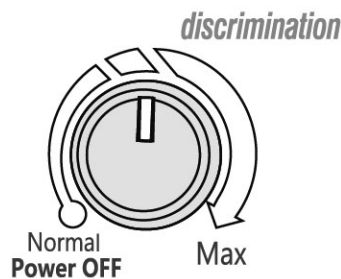

Figur 14
- Låt andra metallprover närma sig sökspolen långsamt, metallpekaren dras åt vänster och ljudet ökar något. (Figur 14)